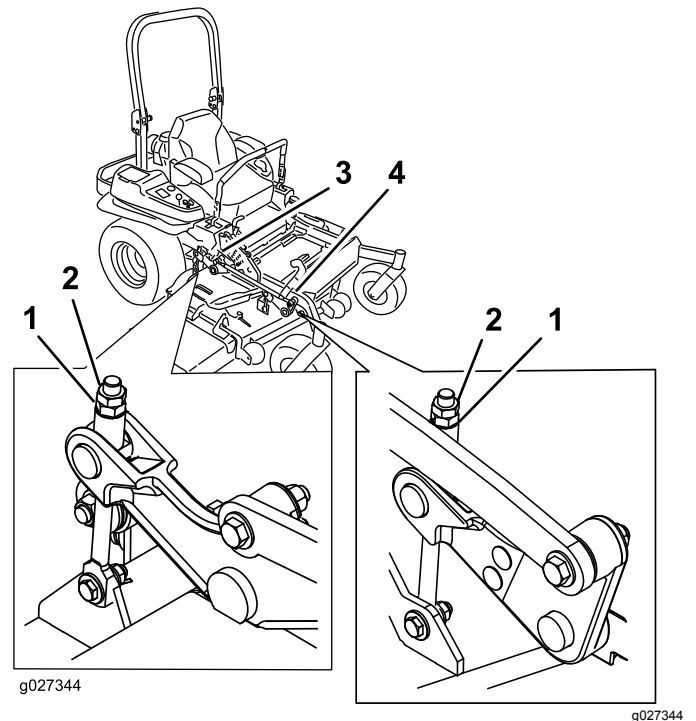

Figure 94
10. Ajustez précisément le serrage de l'écrou de réglage sur l'ensemble de levage du tablier avant (Figure 94).
16. Ajustez précisément la vis de réglage en la tournant jusqu'à obtention d'une hauteur de 8,3 mm (3,25 po) (Figure 94).